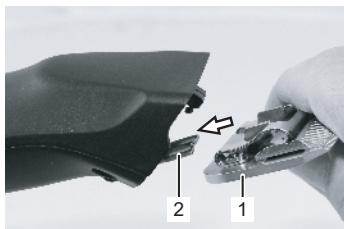

Fig. 17
6. Inserte el cabezal esquiladora deseado en la charnela de peine y levantelo por presión ligera hacia la esquiladora en marcha (fig. 17, 18, 19).